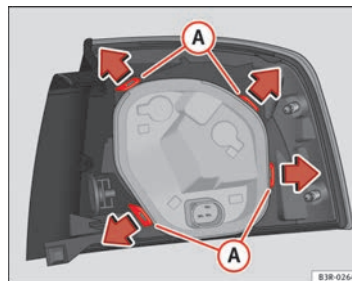

Fig. 225 Lengüetas de fijación en la parte posterior de la unidad de luz trasera
- Desbloquee las lengüetas de fijación A ⇒ fig. 225.